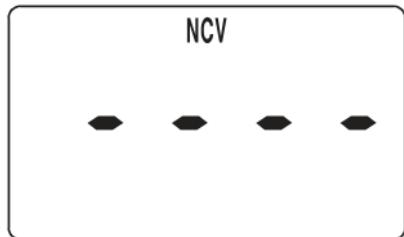

Figure 4
2. Déplacez le haut de la pince du multimètre où se trouve le capteur NCV (voir Figure 1) près de l'objet à tester. Lorsque le compteur détecte un champ électrique généré par une tension alternative, le compteur indique l'intensité du champ électrique détecté. L'intensité du champ électrique détecté est indiquée par le nombre de segments de barres horizontales affichés sur l'écran (voir la figure 4), le taux de bip de l'avertisseur intégré et le taux de clignotement de l'indicateur « NCV ». Plus l'intensité du champ électrique détecté est élevée, plus le nombre de segments de barres horizontaux affichés est grand et plus le taux de bips du buzzer et le taux de clignotement de l'indicateur « NCV » sont rapides.